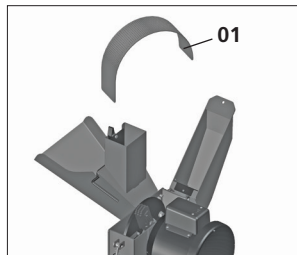
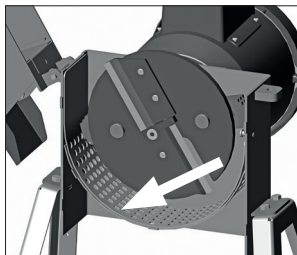
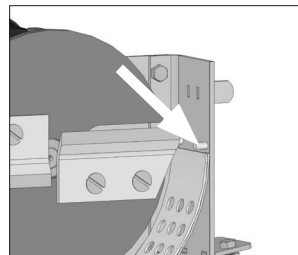

Fig. 15
Fig. 16
Fig. 17
Comience la instalación de la zaranda por el lado curvo (1), [Fig. 15]. Abra la tapa y ponga la zaranda de forma que su curvatura se apoye completamente en las guías internas del cuerpo de la máquina [Fig. 16]. Una de las puntas de la zaranda se debe apoyar en el pasador del fin de curso y la otra quedará ajustada con la tapa de cierre del equipo, permitiendo que la zaranda se asiente [Fig. 17]. Finalmente, cierre la tapa.